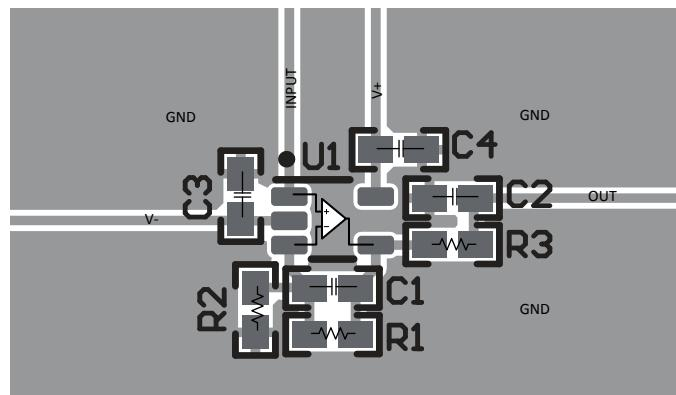

図 7-4. SC70 (DCK) パッケージのレイアウト例
- 外付け部品は、可能な限りデバイスに近く配置します。図 7-4 に示すように、寄生容量を最小限に抑えるため、RF と RG は反転入力の近くに配置します。